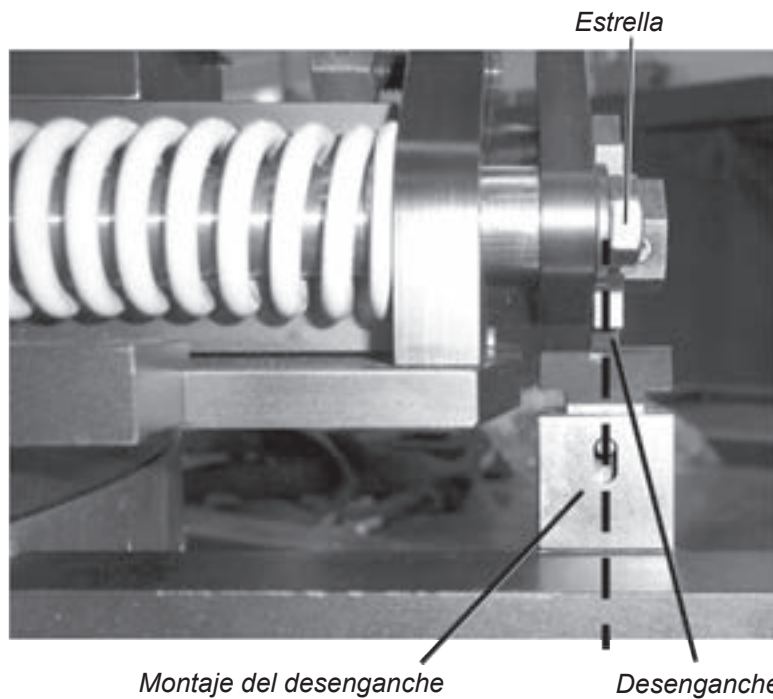

Figura 3-8. El montaje de desenganche debe quedar posicionado de modo que los puntos de contacto de la estrella queden en el centro del desenganche.
17. Ajuste la posición del montaje de desenganche de modo que la estrella quede en el centro del desenganche, como se muestra en Figura 3-8. Apriete el tornillo de ajuste de posición.